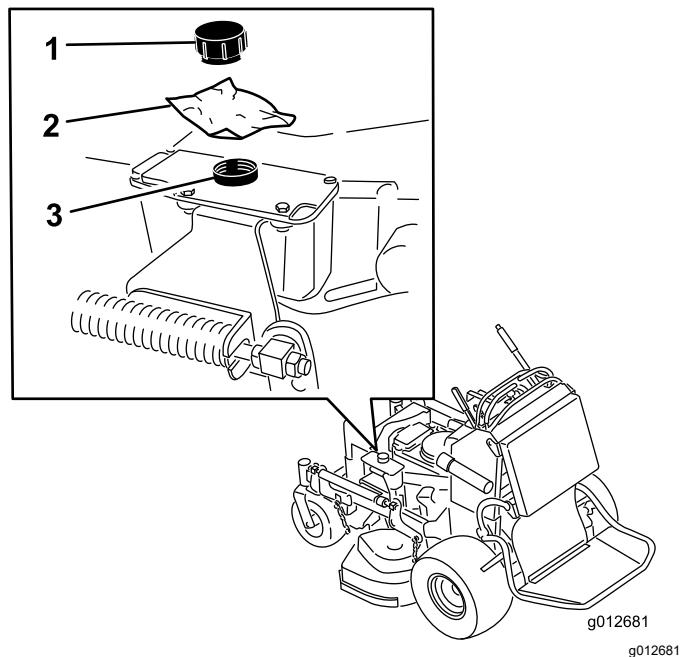

Figura 28
6. Togliete il tappo del serbatoio idraulico e mettete un pezzo di plastica sull'apertura, quindi inserite il tappo idraulico (Figura 28).
10. Togliete la plastica sotto il tappo del serbatoio idraulico (Figura 28).